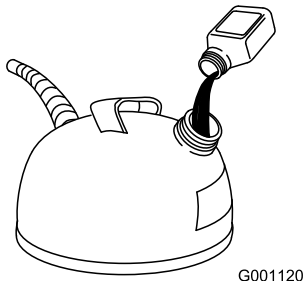

Figure 8
2. Ajoutez de l'huile pour moteur à deux temps en vous reportant au tableau ci-dessous (Figure 8).